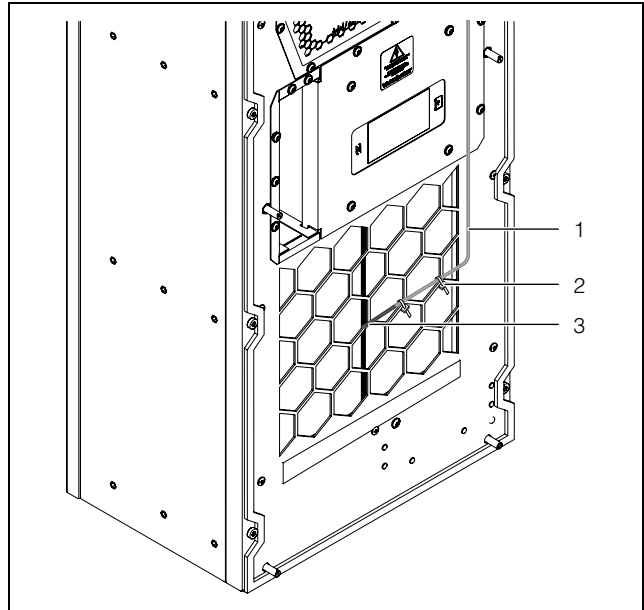

Abb. 35: Temperaturfühler vor Kaltluftaustritt (beispielhafte Darstellung)
- Bringen Sie den Temperaturfühler mittig vor dem Kaltluftaustritt des Kühlgeräts an (Abb. 35).